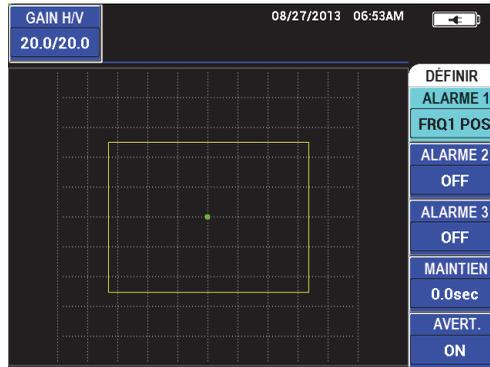

Figure 5-243 Polarité de l'alarme
1. Appuyez sur la touche A, et puis tournez la molette de réglage pour choisir la polarité de l'alarme. Une fois que la polarité est sélectionnée, un rectangle s'affiche à l'écran (voir la Figure 5-243 à la page 318).